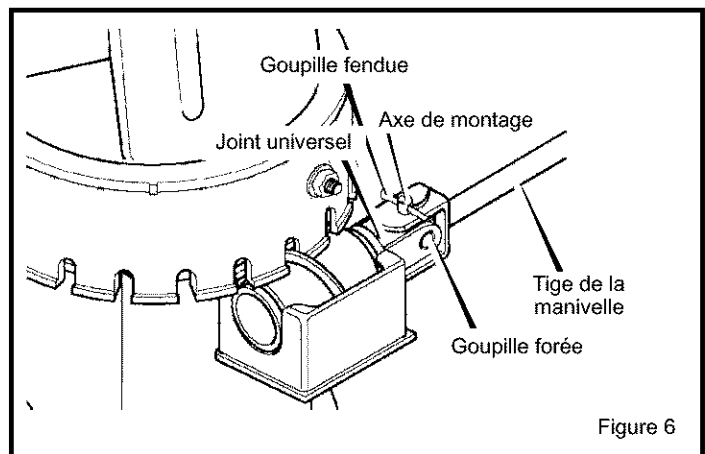

Figure 6
7. Retirer avec précaution la goupille fendue, l'axe de montage, et le joint universel de la fourche de la manivelle (Figure 6).